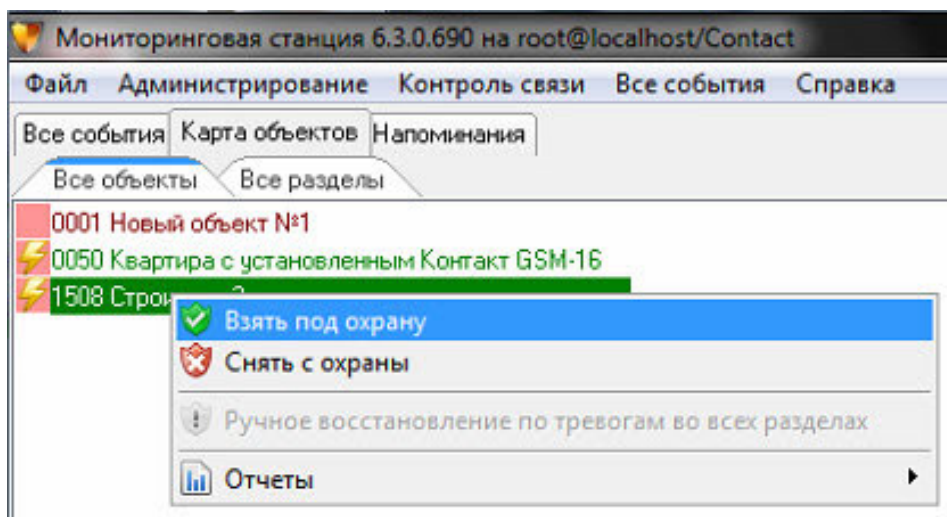

Рисунок 26
5.3.2 В появившемся контекстном меню будут активны пункты: «Взять под охрану», «Снять с охраны», «Ручное восстановление по тревогам во всех разделах», «Отчёты» (Рисунок 26). Выберите необходимое действие.